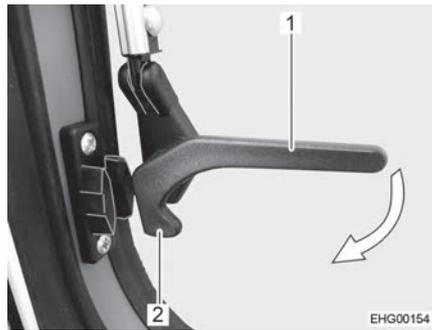

Fig. 40 Palanca de bloqueo de al lado (posición "abierta")
- Girar la palanca de bloqueo de al lado (Fig. 40,1) un cuarto de vuelta hacia el marco de la ventana hasta que engatille el saliente de bloqueo (Fig. 40,2).